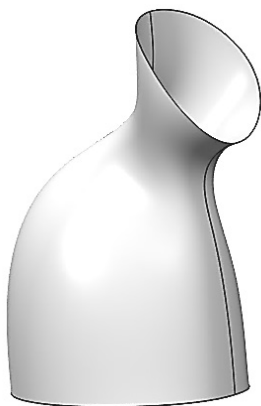

图 7-60 镜像合并后曲面
(2) 单击【模型】→【编辑】模块中的  按钮，系统弹出镜像操控面板，选择上步中的“边界混合 1”曲面。单击 RIGHT 基准平面，单击  按钮，得到镜像 1 曲面。
(3) 同时选择原始曲面与镜像 1 曲面，单击【模型】→【编辑】模块中的  按钮，单击  按钮，完成合并 1，合并后的曲面如图 7-60 所示。